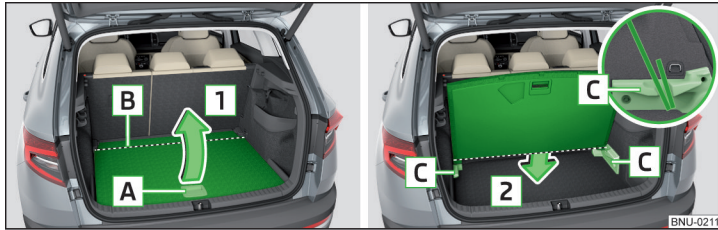

Abb. 155 Parkstellung des variablen Ladebodens
- Den variablen Ladeboden am Griff **A** in Pfeilrichtung **1** anheben. Der variable Ladeboden wird im Bereich **B** „geknickt“ » Abb. 155.